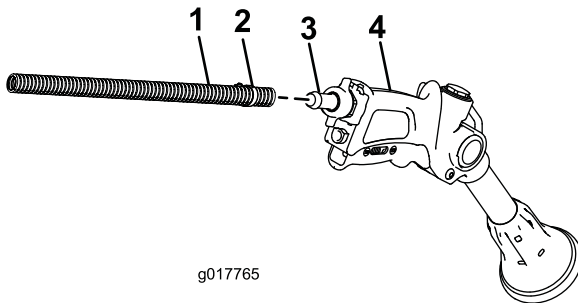

Figura 14
2. Conecte el extremo libre de la manguera larga al acoplamiento de la pistola de fumigación (Figura 14).